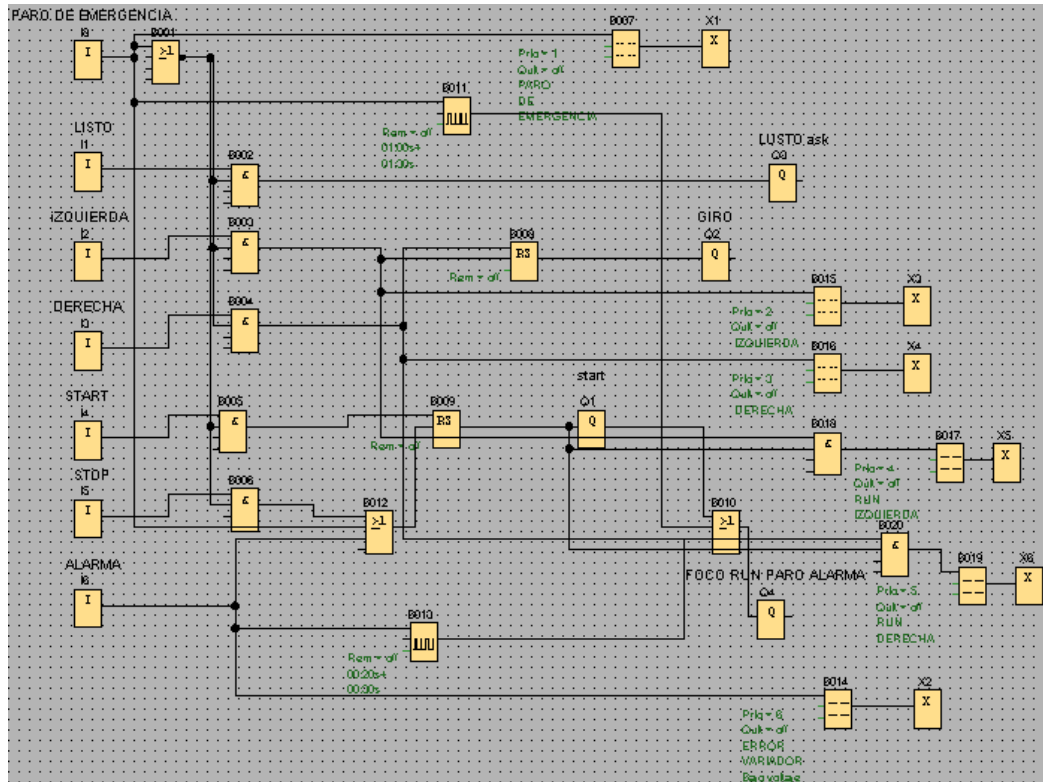

Figura 4.14:Program a visualizado desde LOGO SoftCom fort
10. En este caso se debe introducir el siguiente programa que hará que el motor gire a la izquierda con una frecuencia de 15Hz cuando exista una señal en la entrada de I1: LISTO, I2: Izquierda e I4: RUN; el motor va a girar a la derecha si existe la señal de I1: LISTO, I3: DERECHA e I4: RUN. El motor se detiene mediante la señal I5: STOP. El programa completo se muestra en la siguiente figura 4.14: